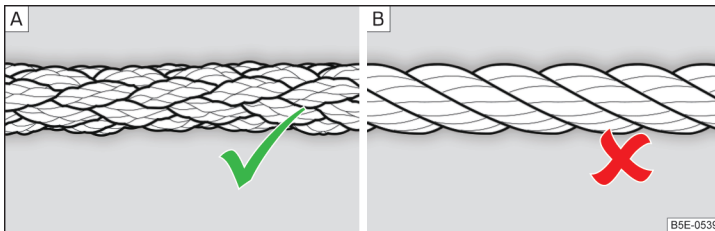

Abb. 341 Geflochtenes Abschleppseil / Gewundenes Abschleppseil
Zum Abschleppen mittels eines Abschleppseils nur ein geflochtenes Kunstfaserseil » Abb. 341 - A verwenden » !.
- Zum Abschleppen ist kein gewundenes Abschleppseil zu verwenden » Abb. 341 - B, die Abschleppöse könnte sich am Fahrzeug herausdrehen - es besteht Unfallgefahr.